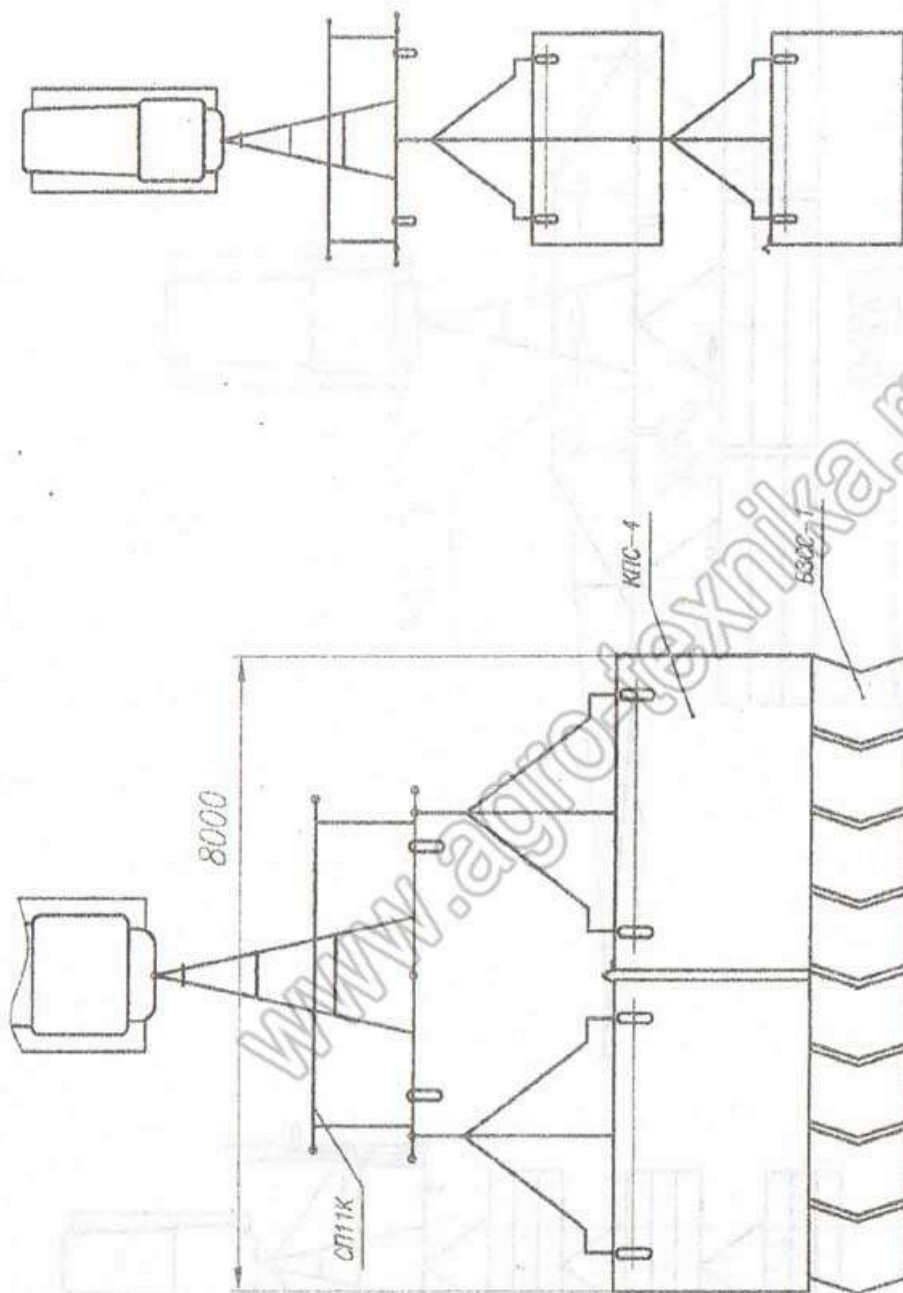
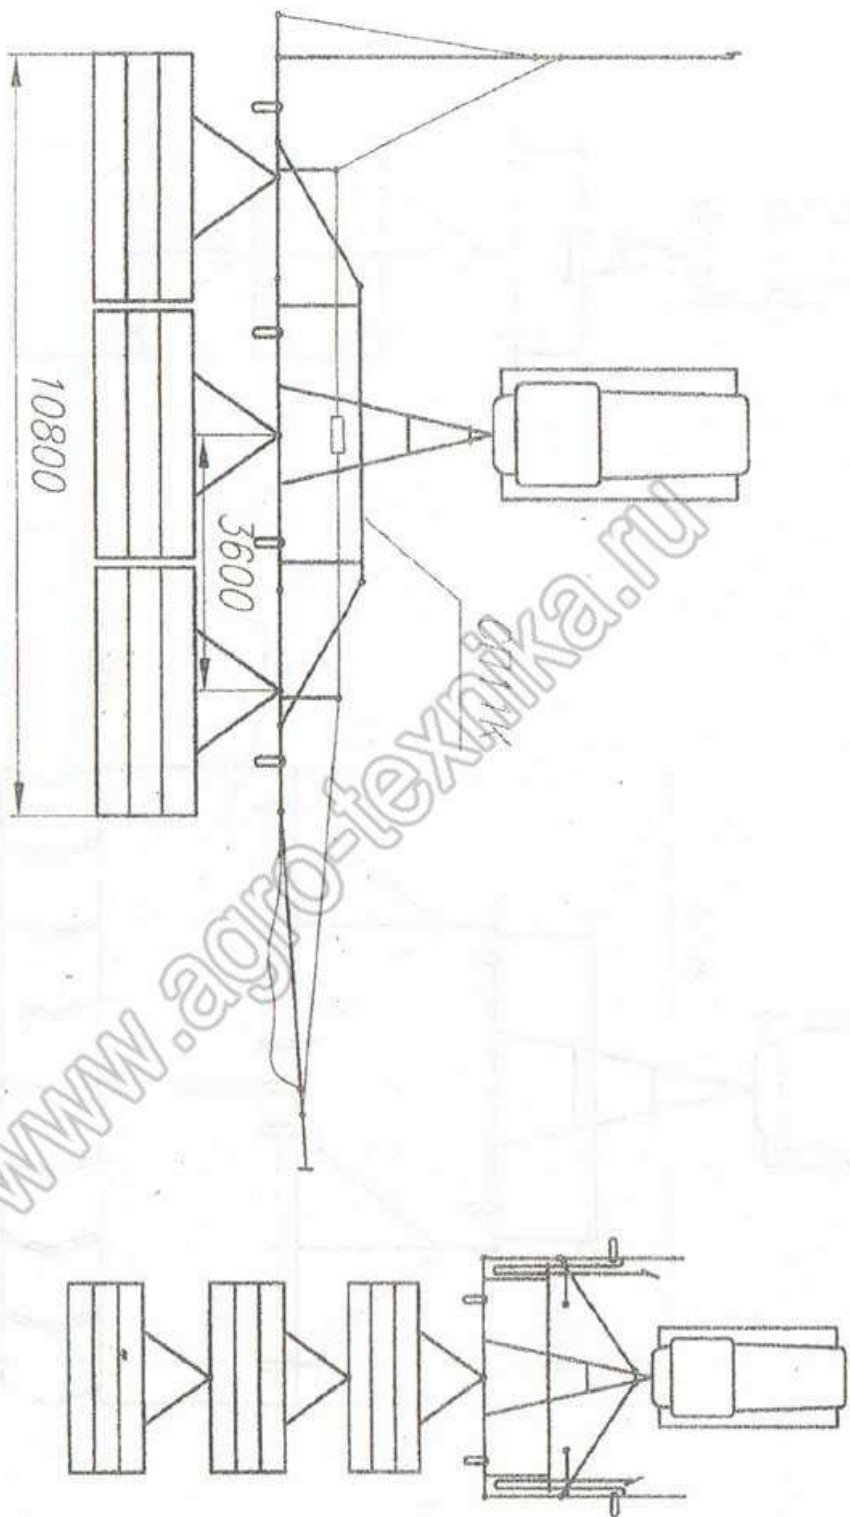

Рис. 14 Схема агрегатирования сцепки с культиваторами (рабочее и транспортное положения)
Рис. 15 Схема агрегатирования сляпки с саялками СЗП-3,6 (рабочее и транспортное положение)
- Сборку вести согласно выбранной схеме (рис.14; рис.15).